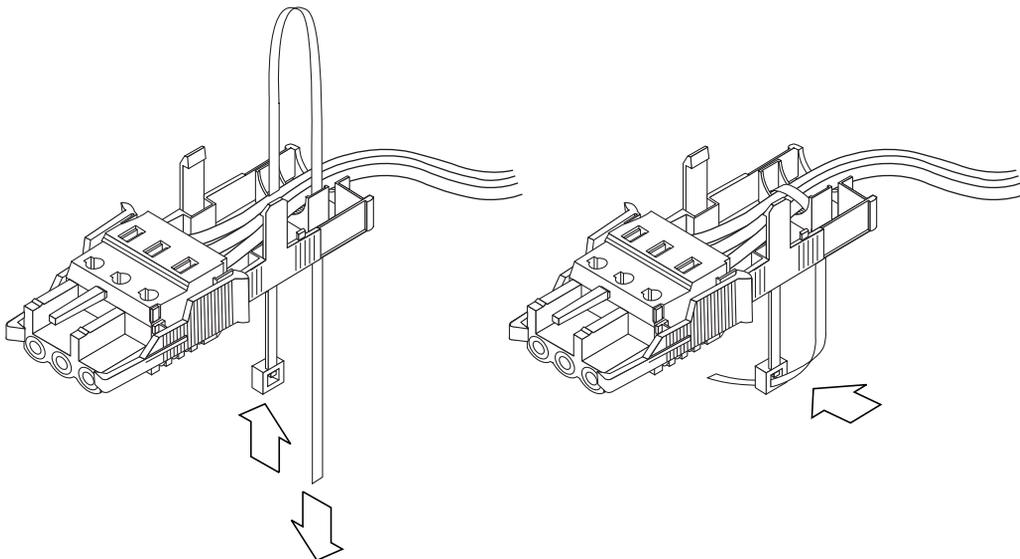

FIGURE 3-12 Fixation des fils au boîtier
4. Avec le serre-fil, faites une boucle autour des fils, puis faites-les sortir du boîtier. Serrez ensuite le serre-fil pour que les fils soient bien attachés au boîtier (FIGURE 3-12).